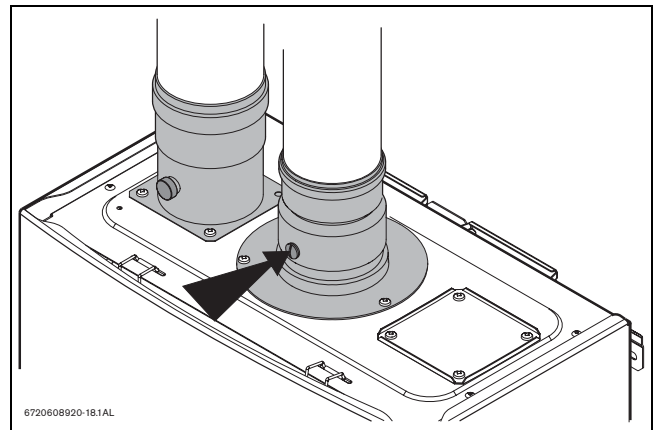

Рис. 42 Штуцер для вимірювання
- ▶ Відкрутіть пластмасовий гвинт на газовивідному патрубку, як зображено на Рис. 42.